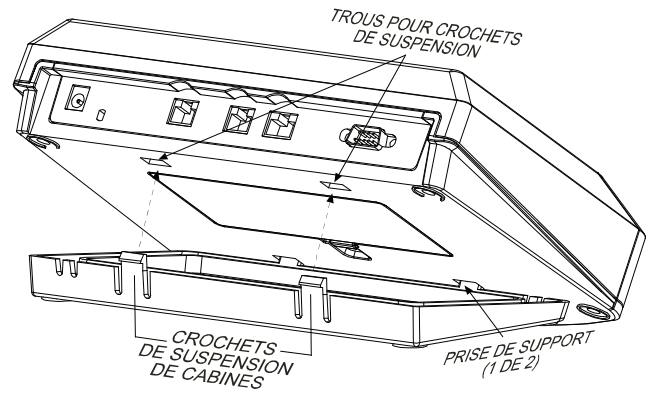

Figure 6 – Montage sur une table
L'unité de base peut être placée sur une table (Figure 6), ou sur un mur (Figure 7). Dans les deux cas l'unité de base devra être placée à proximité d'une prise électrique et d'une ligne téléphonique.
1. Insérer les crochets de suspension de l'appareil dans les trous en position indiquée en Figure 6.